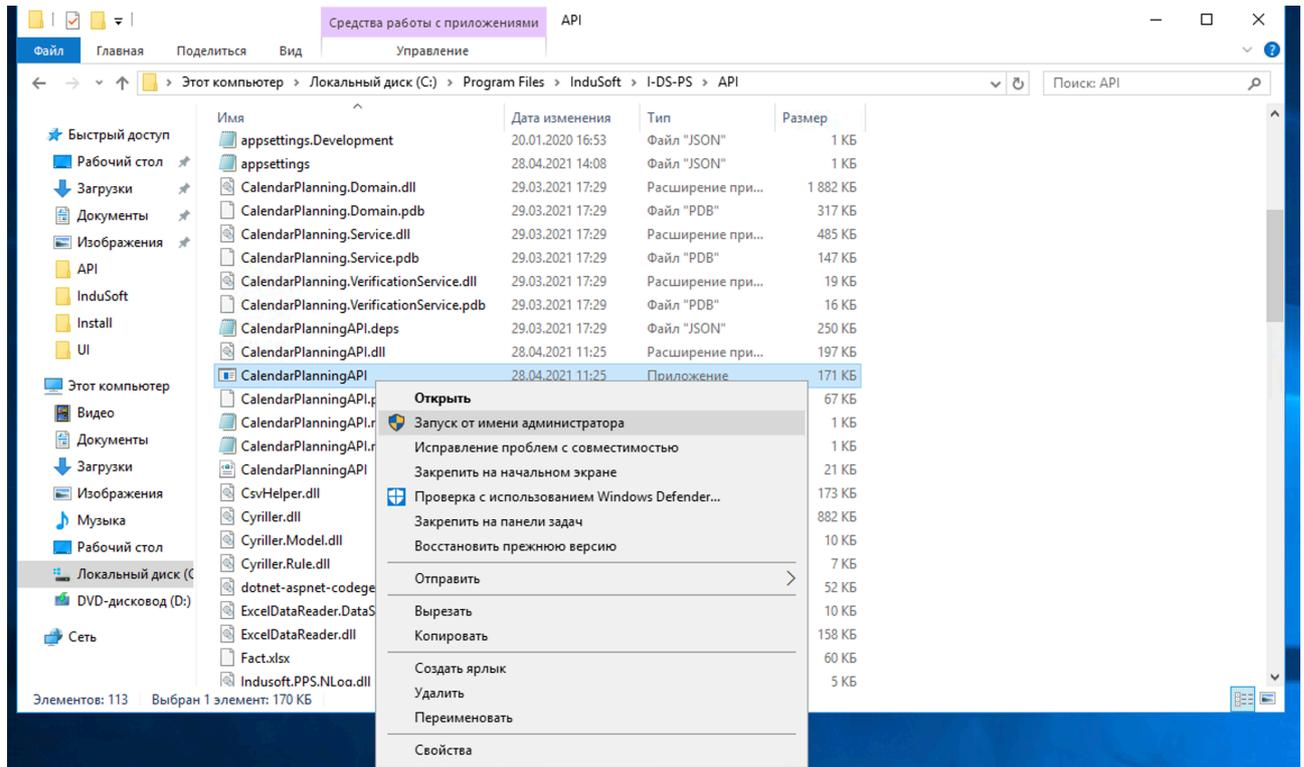

Рисунок 6.3 Запуск исполняемого файла серверной части
3. Запуск от имени администратора, исполняемого файла серверной части CalendarPlanningAPI.exe системы календарного планирования представлен на Рисунок 6.3 Запуск исполняемого файла серверной части.